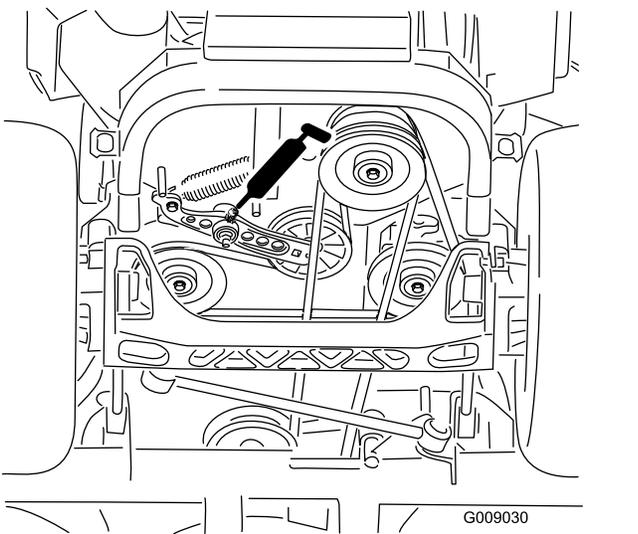

図 43
4. ドライブベルトアイドラーアームにグリスを塗布する(図 43)。